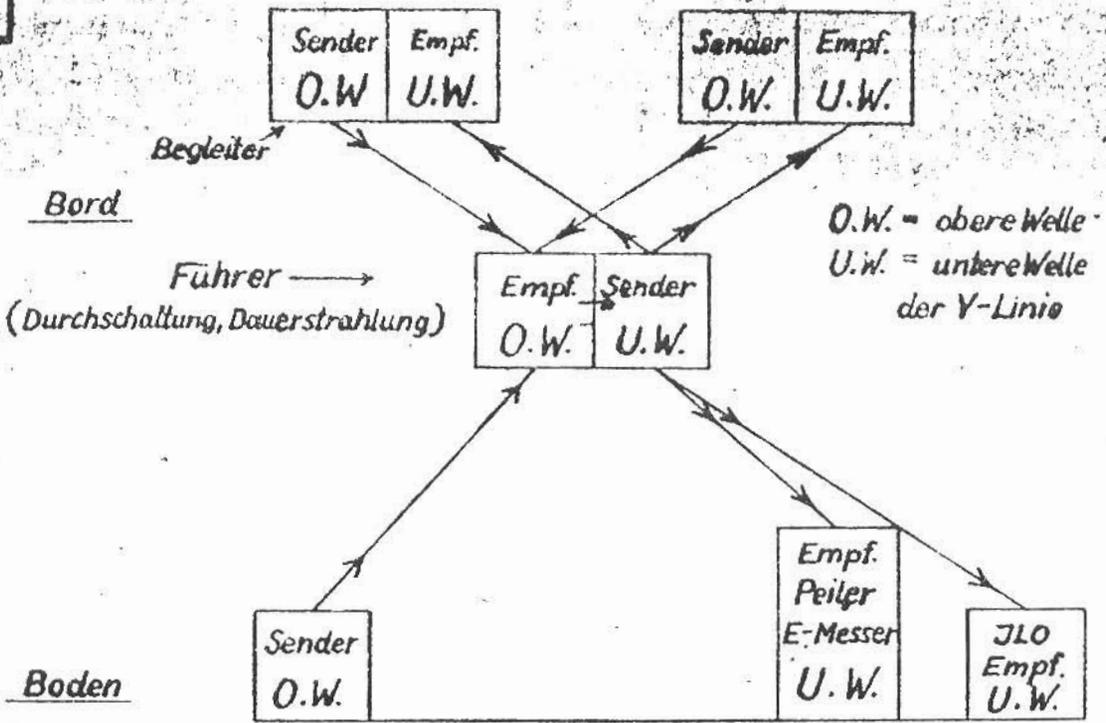

Abb.8. Verkehrsbeziehungen bei straffer Tagjagd-Führung.
4. Verkehrsbeziehungen (Abb.8).